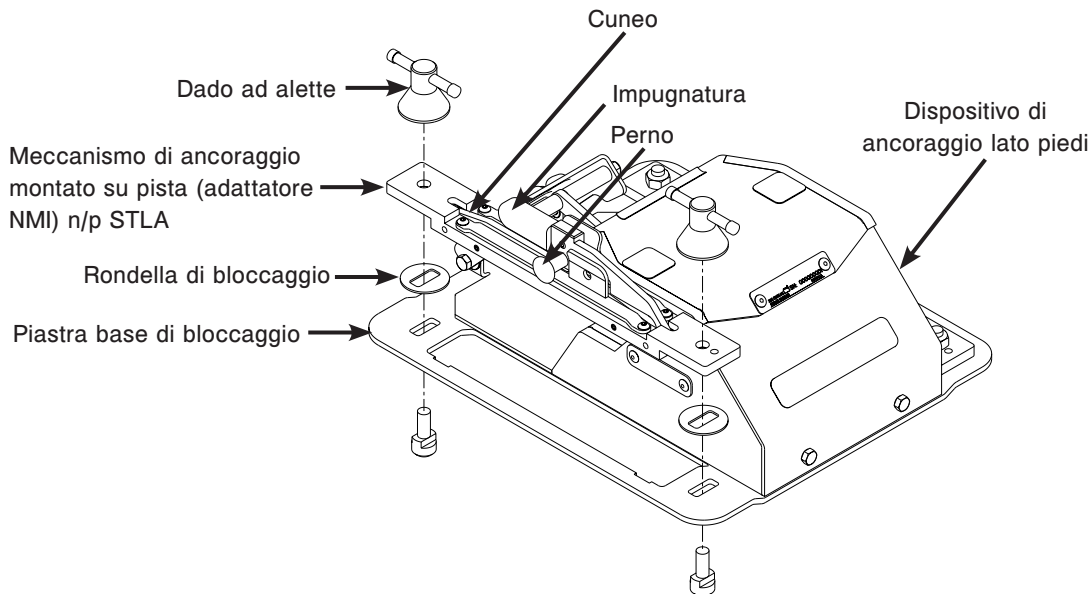

Figura 9 – Assemblare il dispositivo di ancoraggio per lato piedi
1. Posizionare le quattro rondelle di ancoraggio fornite in dotazione (n/p 6388-001-080) tra il meccanismo di ancoraggio montato su pista (adattatore NMI) e la piastra base di bloccaggio del dispositivo di ancoraggio per lato piedi (Figura 9).
2. Stringere appena i dadi ad alette per collegare il meccanismo di ancoraggio montato su pista (adattatore NMI) alla piastra base di bloccaggio del dispositivo di ancoraggio per lato piedi (Figura 9).